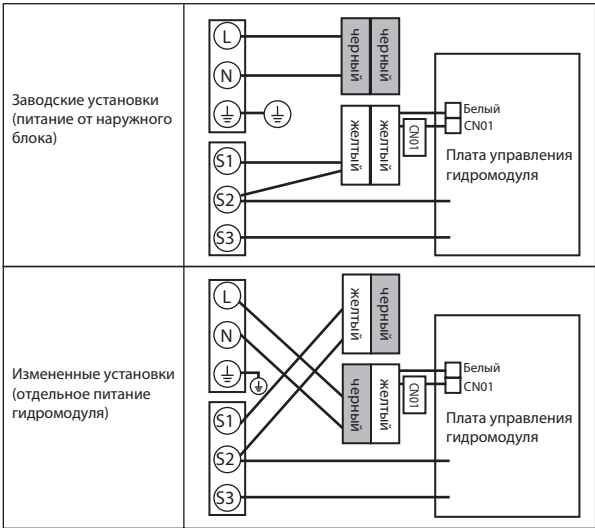

Рис. 3.1.5
- Измените подключение разъемов в блоке управления гидро модуля (смотрите, рис. 3.1.5).